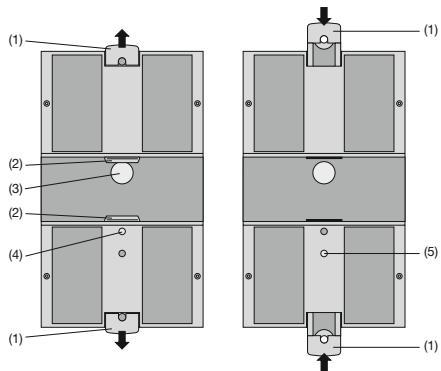

Fig. 5. Fond de l'appareil.
Tirer en dehors les languettes de fixation (1) en enfonçant en même temps le bouton de verrouillage (4) (voir Fig. 5 à gauche). Pour rentrer si nécessaire les languettes de fixation, il faut enfoncez le bouton de verrouillage (5) et en même temps glisser les languettes de fixation (1) dans la base du boîtier (voir Fig. 5 à droite).